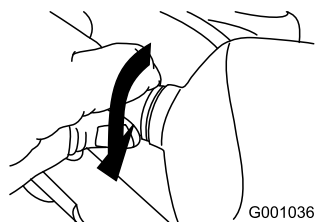

Рисунок 65
5. Поворачивайте цоколь лампы по часовой стрелке до тех пор, пока лампа не будет надежно возвращена (Рисунок 65).